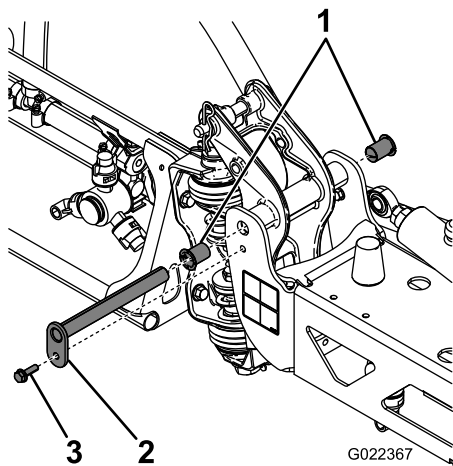

Figura 62
3. Quando il peso della barra è supportato, togliete il bullone e il dado che fissano il perno di articolazione nel gruppo barra (Figura 62).
4. Togliete il bullone e il dado che fissano il perno di articolazione, quindi togliete il perno (Figura 62).
6. Togliete le boccole di nylon dal lato frontale e posteriore della staffa orientabile e controllatele (Figura 62).
7. Spalmate le boccole di nylon con un velo d'olio e montatele nella staffa orientabile (Figura 62).
8. Montate la barra e la staffa orientabile nel telaio centrale, allineando i fori (Figura 62).